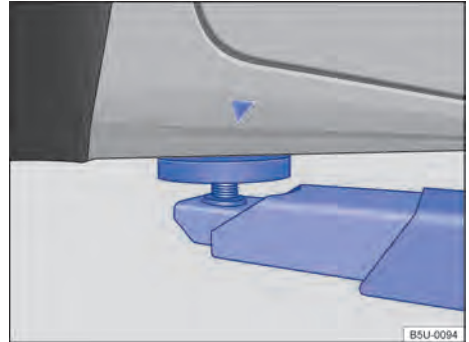
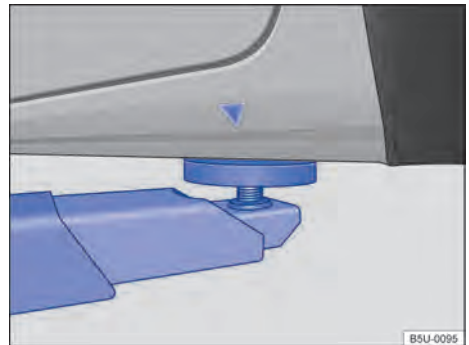

Fig. 188 Pontos de apoio dianteiros para a suspensão com plataforma elevatória ou com macaco.
Fig. 189 Pontos de apoio traseiros para a suspensão com plataforma elevatória ou com macaco.
O veículo deve ser suspenso somente pelos pontos indicados nas figuras → Fig. 188 e → Fig. 189. Se o veículo não for suspenso pelos pontos indicados, podem ocorrer danos no veículo → ⚠️ e ferimentos graves → ⚠️.
- Suspender o veículo somente pelos pontos indicados nas figuras → Fig. 188 e → Fig. 189. Se o veículo não for suspenso pelos pontos indicados, o veículo poderá cair da plataforma elevatória quando, por exemplo, o motor ou a suspensão for desmontado.